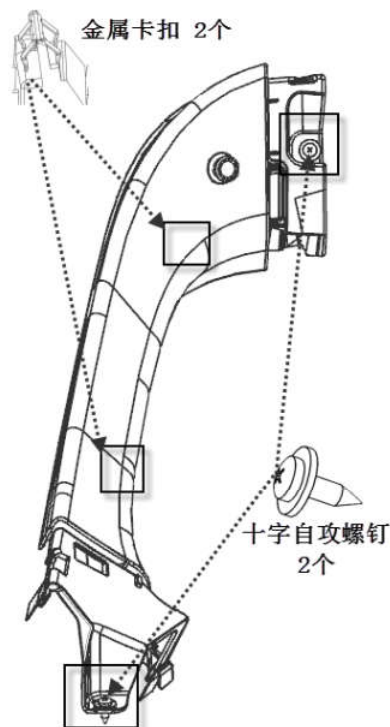

图 10-4-1 左/右护板拆卸示意图
- (1) 首选将后背门上、下护板拆卸(参照 10.1、10.3 后背门上护板、下护板的拆卸方法);
- (2) 如图 10-4-1，用十字螺丝刀将上下两处螺钉拧下，然后向外侧用力将金属卡扣(两个)与钣金分离，即可拿下后背门左/右护板。